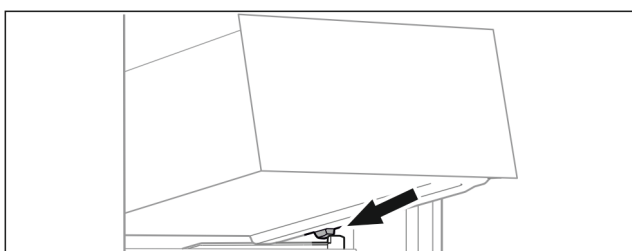

Fig. 85
- ▶ Sätt utdragslåda i vinkel på behållarens galler bakom de bakre stoppklackarna. (se Fig. 85)